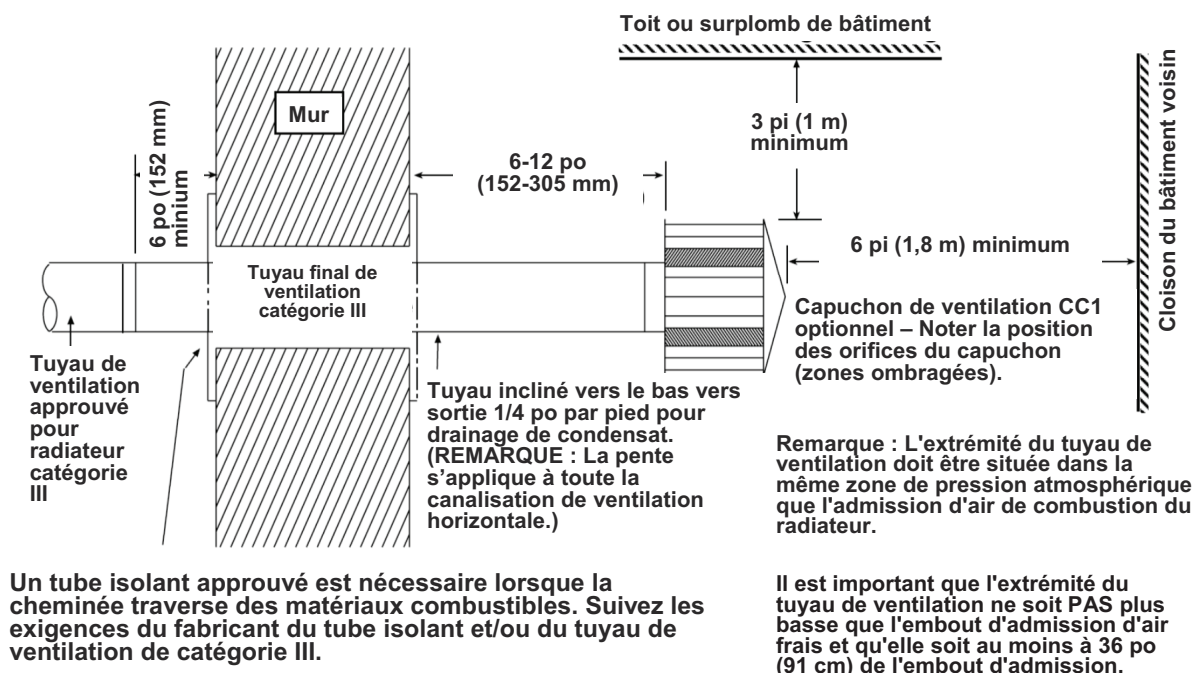

Figure 20. Ventilation horizontale
- Les radiateurs peuvent être avoir une ventilation horizontale individuelle (voir **Figure 20**) au travers des murs adjacents. Un tube isolant approuvé est nécessaire lorsque la cheminée traverse des matériaux combustibles. Suivez les indications du fabricant du tube isolant.